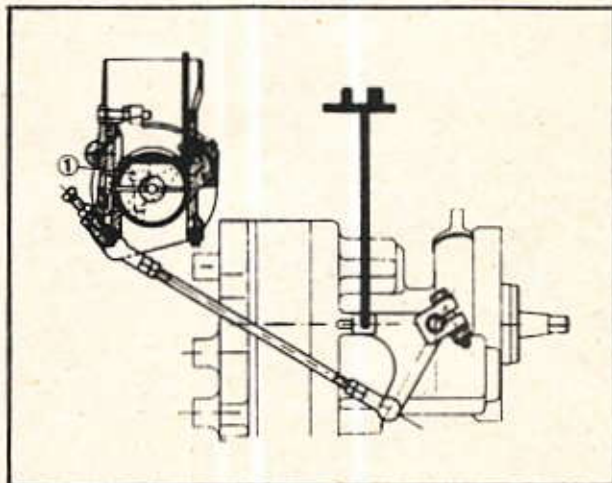

Fig. 8. — Vue de la liaison pompe-papillon
- Desserrer la vis Allen (1) (fig. 8) de fixation du tambour de commande du papillon.